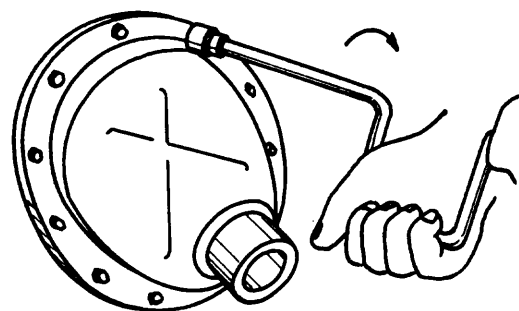

Fig. 6
- c Colóque la tapa de distribución e instale y apriete los tornillos (fig. 6).